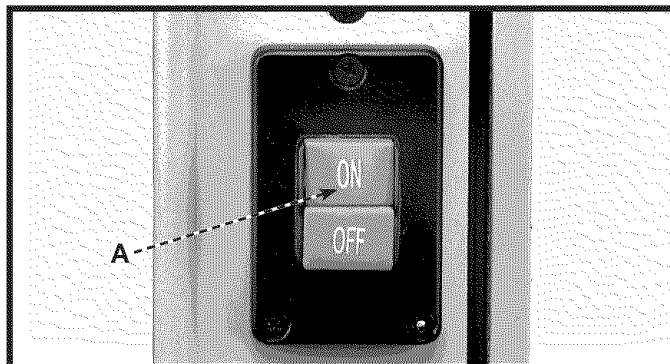
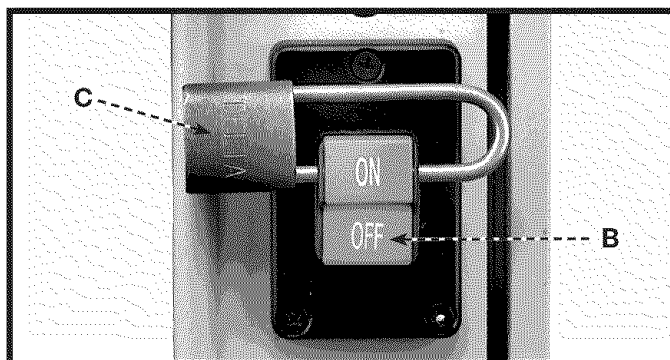

Fig. 21
Fig. 22
L'interrupteur « ON/OFF » (MARCHE/ARRÊT) est situé sur le devant de la scie à ruban. Pour mettre la scie EN MARCHE appuyez sur le bouton (A) fig. 21 à la position « ON » (MARCHE). Pour ARRÊTER la scie, appuyez sur le bouton (B) fig. 22 à la position « OFF » (ARRÊT).